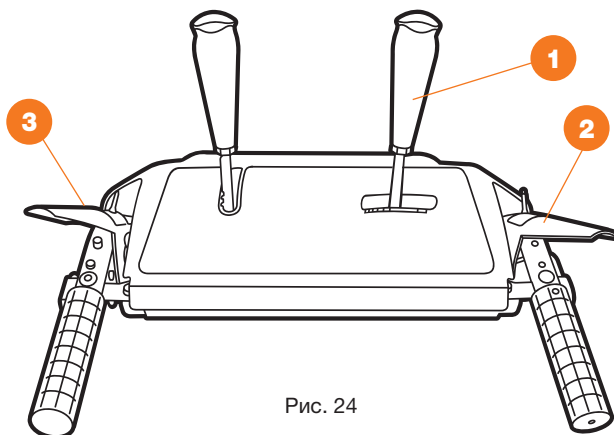

Рис. 24
- Установите требуемую рабочую скорость движения переключением передачи на панели управления. Перемещая рычаг выбора скорости **1**, установите его в одно из четырех положений **ВПЕРЕД** или в положение **НАЗАД** (Рис. 24).
- Нажмите на рычаг включения вращения шнека **2** и шнеки начнут вращаться. При отпускании рычага шнеки остановятся (Рис. 24).
- Нажмите на рычаг включения привода колес **3** и снегоуборщик начнет движение. При отпускании рычага снегоуборщик остановится (Рис. 24).
- При одновременном нажатии рычага включения вращения шнека **2** и рычага включения привода колес **3**, рычаг **3** можно отпустить, при этом движение снегоуборщика и вращение шнеков продолжится. Таким образом, не останавливая процесс уборки, вы можете свободной рукой отрегулировать направление и дальность выброса или включить фару (Рис. 24).
- Для остановки снегоуборщика отпустите рычаг включения привода хода **2** и привод колес, вращение шнека автоматически выключится (Рис. 24).
- При отпущенном рычаге включения вращения шнека ❷ (в верхнем положении), трос привода должен иметь небольшое ослабление. Он не должен быть сильно натянут (Рис. 24).
- Находясь в положении оператора (за снегоуборщиком) включите шнек, нажав на рычаг включения вращения шнека ❷ (Рис. 24).
- Оставьте шнек в рабочем состоянии примерно на 10 секунд, после чего отпустите рычаг включения вращения шнека ❷ (Рис. 24). Повторите эту процедуру несколько раз.
- При включенном двигателе и установленной в верхнее положение рычага включения шнеков ❷, подойдите к снегоуборщику со стороны ковша (Рис. 24).